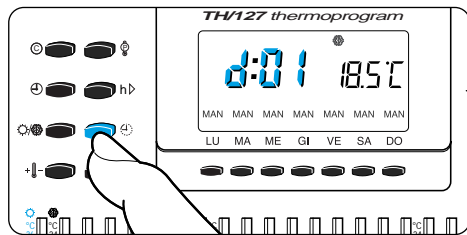

Fig. 28
9.4 - Premere due volte il pulsante  (fig. 28).